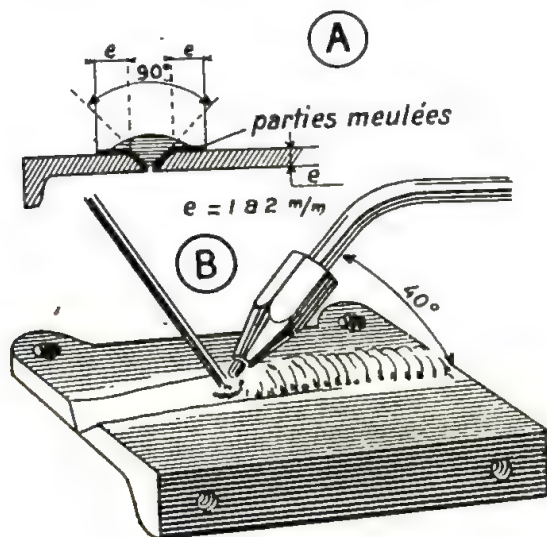

FIG. 76
*Préparation des pièces.* — Les parties à assembler doivent être propres, exemptes de graisse, de peinture ou de vernis. Les bords à braser sont chanfreinés à 90° (fig. 76, A). Pour la fonte malléable française et pour les fontes blanches, vous laisserez le chanfrein brut de burinage : Au contraire, vous limerez ou meulerez après burinage les fontes mécaniques ou malléables à cœur noir afin d'éviter des plans de graphite. Les abords du chanfrein seront meulés sur une largeur égale à l'épaisseur  $e$  de la pièce à braser dont vous assemblez solidement les éléments.